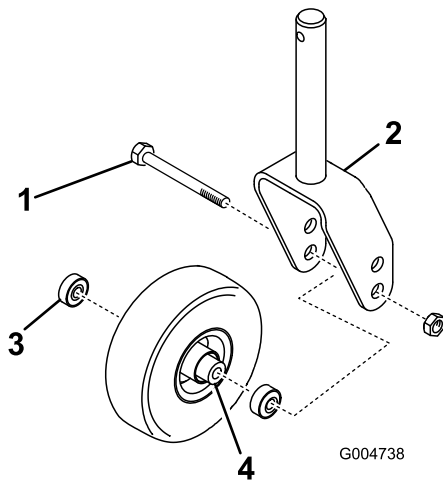
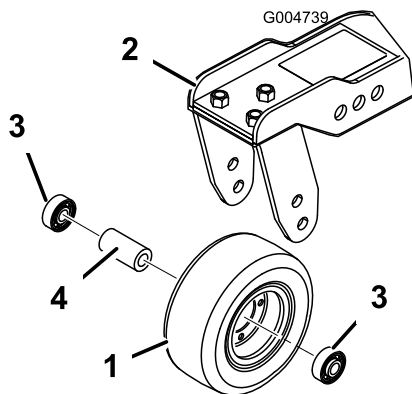

Figura 113
Figura 114
1. Togliete il dado di bloccaggio dal bullone che fissa il gruppo ruota orientabile alla forcella (Figura 113) o al braccio di rotazione (Figura 114).
2. Togliete il cuscinetto dal mozzo della ruota e lasciate cadere il distanziale del cuscinetto (Figura 113 e Figura 114).